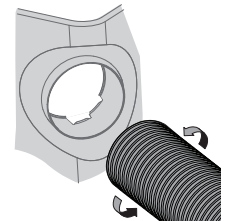

Figura 27
1. Rosque firmemente el extremo de manguera (764-05335) sin el extremo de manguera (731-12353A) en la ventilación de la bolsa. Hay dos lengüetas en la parte inferior interna de la ventilación de la bolsa que permiten un enrosque seguro. Consulte la Figura 27.